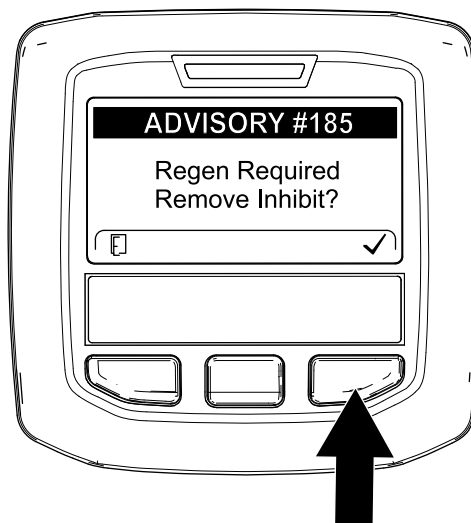

Figura 40
**Nota:** Se INHIBIT REGEN è impostata su ACCENSIONE, l'InfoCenter visualizza ADVISORY #185 (Figura 40). Premete il pulsante 3 per impostare l'inibizione della rigenerazione su SPEGNIMENTO e procedere con la rigenerazione di ripristino.